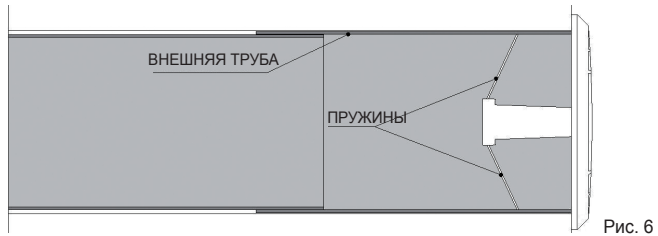

Рис. 6
2. Установите решётку из помещения сжимая пружины на внешнюю трубу (рис. 6).